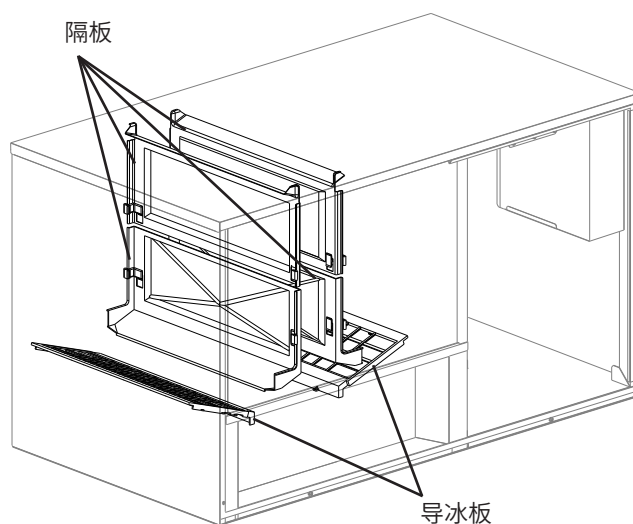

图19
- 4) 制冰机的装运箱、胶带等包装材料是否均已去除? 导冰板的安装位置是否正确? 蒸发器箱隔板是否正确地安装在固定夹上? 见图 19。